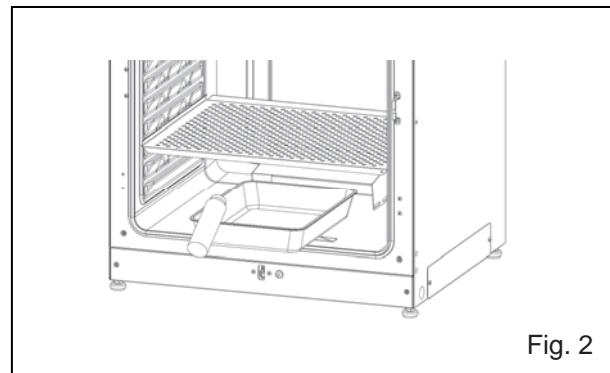

Fig. 2
4. Replacez le bac d'humidification dans la chambre et remplissez-le avec de l'eau distillée stérile (env. 1,5 L, préchauffée à 37 °C) (Fig. 2).